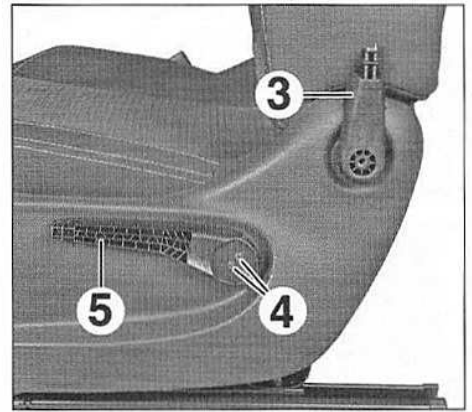
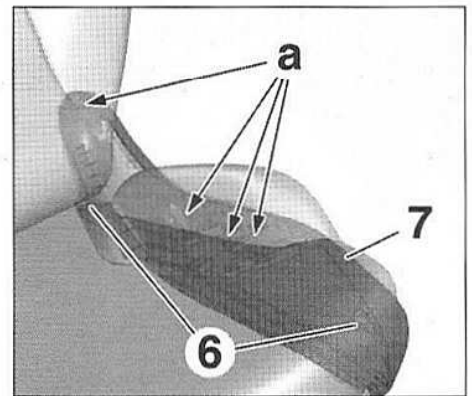

FIG.7
FIG.8
- Dégrafer et déposer la commande d'inclinaison de dossier (3) (Fig.7).
- les vis (4),
- la commande de réglage en hauteur de l'assise (5).
- Déposer les vis (6) (Fig.8).
- Dégrafer la garniture (7) en (a).
- Si équipé de siège chauffant, débrancher le connecteur situé à l'intérieur de la garniture (7).
- Déposer la garniture (7).